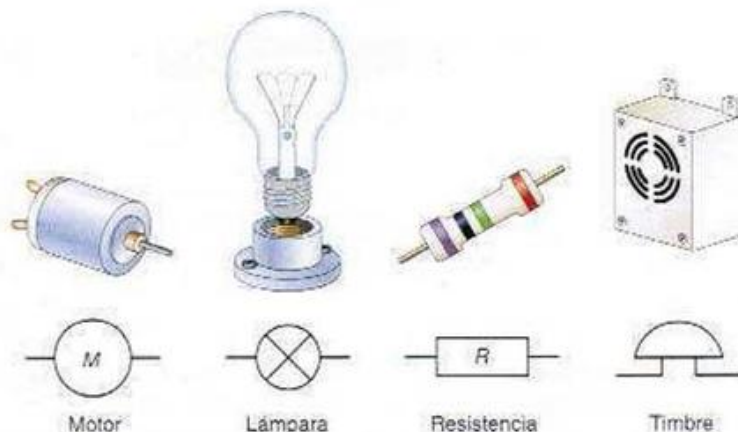

Fig. 1.6. Tipos de receptores y símbolos.
- **Receptores** (Fig. 1.6): son los elementos que transforman la energía eléctrica en otro tipo de energía y producen algún efecto al suministrarles energía eléctrica. Pueden ser, por ejemplo: lámparas, motores, resistores, relés, etc.